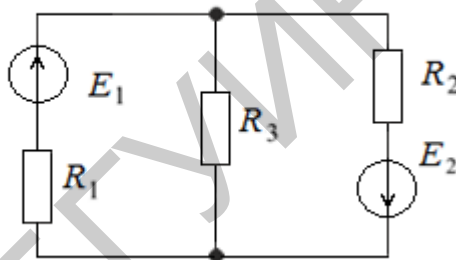

Рис. 86
19. На рис. 86 $E_1 = 80$ В, $E_2 = 64$ В, $R_1 = 6$ Ом, $R_2 = R_3 = 4$ Ом. Найти токи в ветвях схемы методом уравнений Кирхгофа.